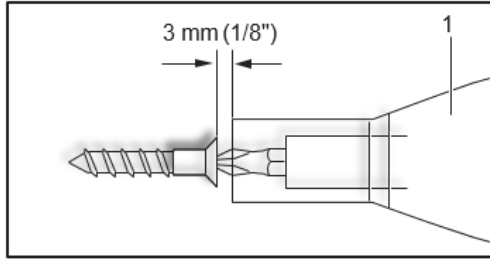

Рисунок 3
Відрегулюйте муфту (1) таким чином, щоб відстань між кінчиком муфти і головкою гвинта становила приблизно 3 мм (1/8"), як показано на малюнках. Вкрутіть пробний гвинт у ваш матеріал або зразок матеріалу. Якщо глибина все ще не підходить для гвинта, продовжуйте регулювання, поки не отримаєте правильне налаштування глибини закручування. Рис.3